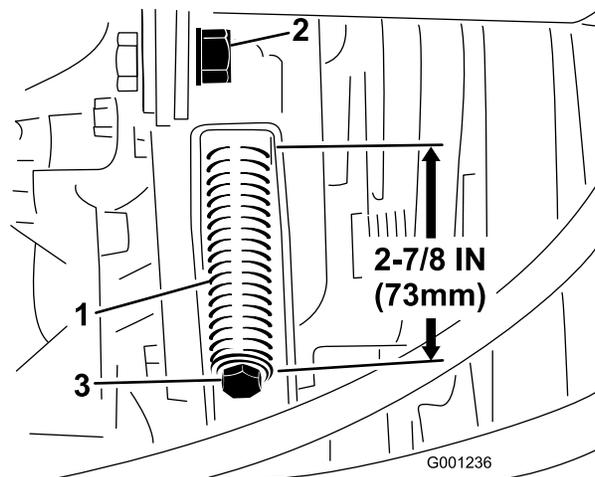

図 76
3. テンションロッドのジャムナットをゆるめる 図 76。
4. テンションスプリングの調整には $\frac{1}{2}$ "のレンチを使う 図 76。スプリングの長さが 73 mm になるように調整する。
4. $\frac{1}{2}$ "のレンチを使ってテンションスプリングを完全にゆるめる 図 76。
6. 新しい PTO ベルトを取り付け、プーリスプリングの長さが 73 mm になるように張りを調整する 図 76。
7. ジャムナット (図 76) を締め、フードを閉める。